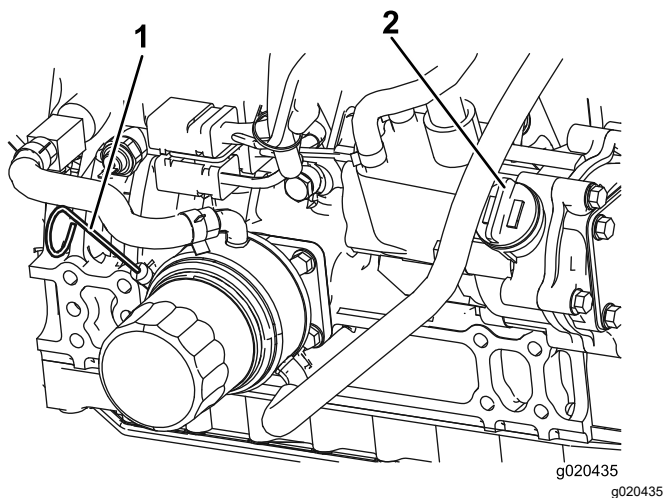

Figura 78
Il livello dell'olio deve trovarsi tra i parametri di sicurezza (Figura 78).
4. Se l'olio non raggiunge i parametri di sicurezza, togliete il tappo di riempimento (Figura 78) e aggiungete olio finché il livello non raggiunge la tacca Pieno.